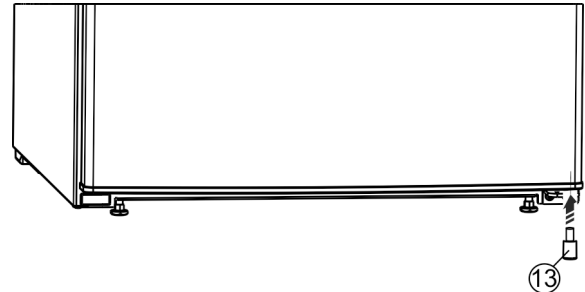

Fig. 27 *
- ▶ A távtartót Fig. 27 (13) helyezze vissza az ajtó jobb alsó részéhez, mivel ez fontos a készülék stabilitásához.*